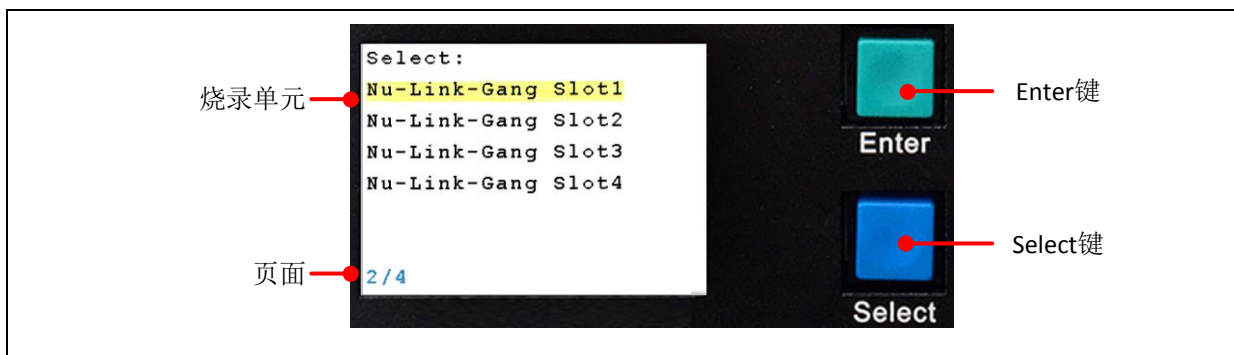

Figure 3-8 第二页-烧录单元选单
- 页面2：显示四个烧录单元，如Figure 3-8。使用Select键选择选项，被选取项以黄底显示。使用Enter键进入下一个页面。